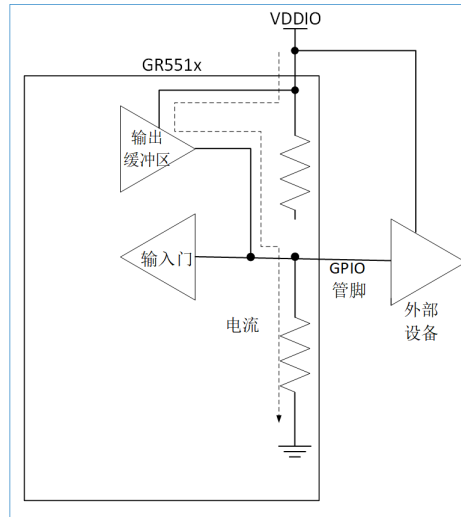

图 4-4 GPIO设为输出且输出高电平的电流图
- 将GPIO管脚设为输出且为该管脚配置下拉电阻，当输出处于高电平状态时，电流会从VDDIO流向该下拉电阻，如图 4-4所示。